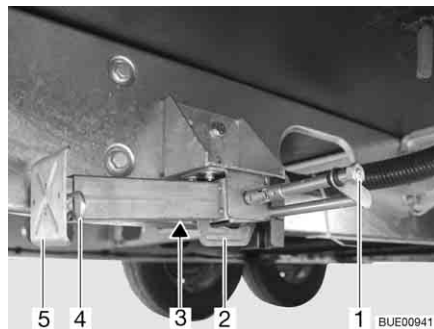

Fig. 34 Piedino di stazionamento
- Inserire la chiave a tubo nell'esagonale (Fig. 34,1) e ruotare fino a quando il piedino di stazionamento non si trova in posizione verticale verso il basso.
- Se la lunghezza del piedino di stazionamento è regolabile, sfilare la copiglia (Fig. 34,4) dal piede del prolungamento (Fig. 34,5).
- Inserire la chiave a tubo nell'esagonale (Fig. 34,1) e ruotare fino a quando il piedino di stazionamento non si stacca dal terreno.
- Spingere completamente all'interno il prolungamento dell'estremità del piedino (Fig. 34,5) e inserire la copiglia (Fig. 34,4) nel foro apposito.
- Girare sull'esagonale (Fig. 34,1), finché il piedino di stazionamento è orientato verso l'alto e la guida (Fig. 34,2) si trova proprio alla fine della scanalatura (Fig. 34,3).